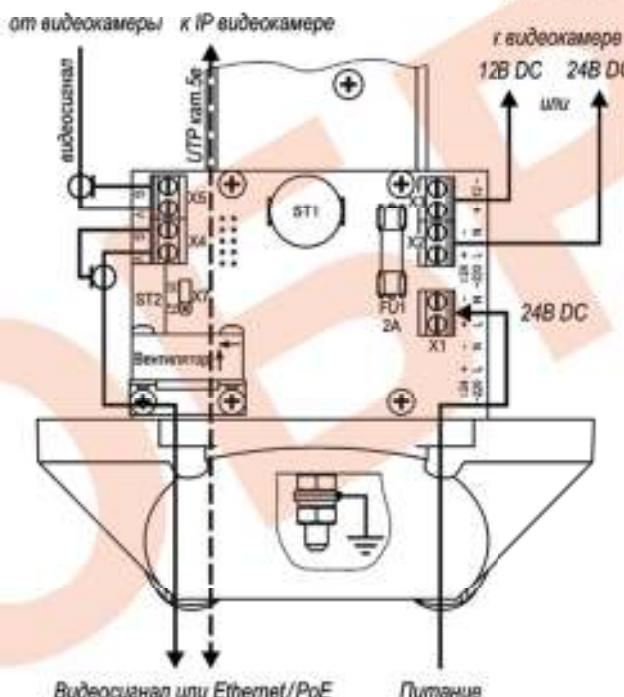

Рис.2 Подключение ТГБ-7 ТВ-24/12(24)
4. Подсоединить видеокамеру к контактам платы коммутации в соответствии со схемой подключения (рис.2, 3 или 4).
5. Ввести через гермоводы внешние кабели (кабель видео или интерфейсный кабель и кабель питания) и подключить их к плате коммутации (рис.2 или 3).
Предприятием изготовителем джампер X7 установлен в положение «31» - мощность обогрева 31 Вт, для изменения мощности на 21 Вт джампер X7 необходимо переставить в положение «21» (см. рис.2 и 3).